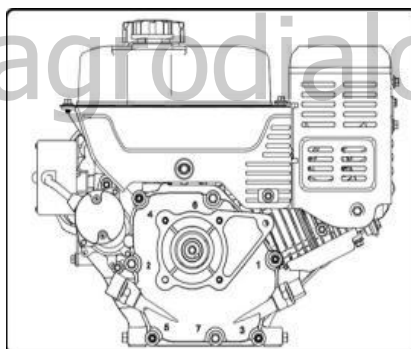

Рисунок 34
2. Выкрутите масляный щуп из маслозаливной горловины и протрите его насухо (см. рис.34).
2. Очистите зону вокруг пробки для слива масла (см. рис.34).